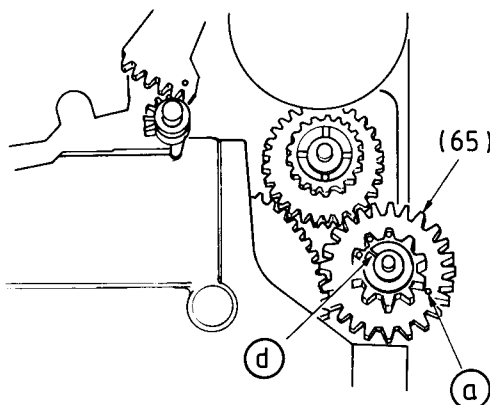

Fig. 5
- Lage des Markierungslochs (a) oder der Markierungsnase (d) des Zwischenrades (65) merken (Fig. 5) und Capstanrotor in entgegengesetzter Richtung solange drehen, bis das Zwischenrad (65) eine Umdrehung entgegen dem Uhrzeigersinn gemacht hat.
- Note the position of the marking hole (a) or the marking lug (d) on the intermediate gear (65), Fig. 5, and rotate the capstan rotor in the opposite direction until the intermediate gear (65) makes one complete revolution in anti-clockwise direction.